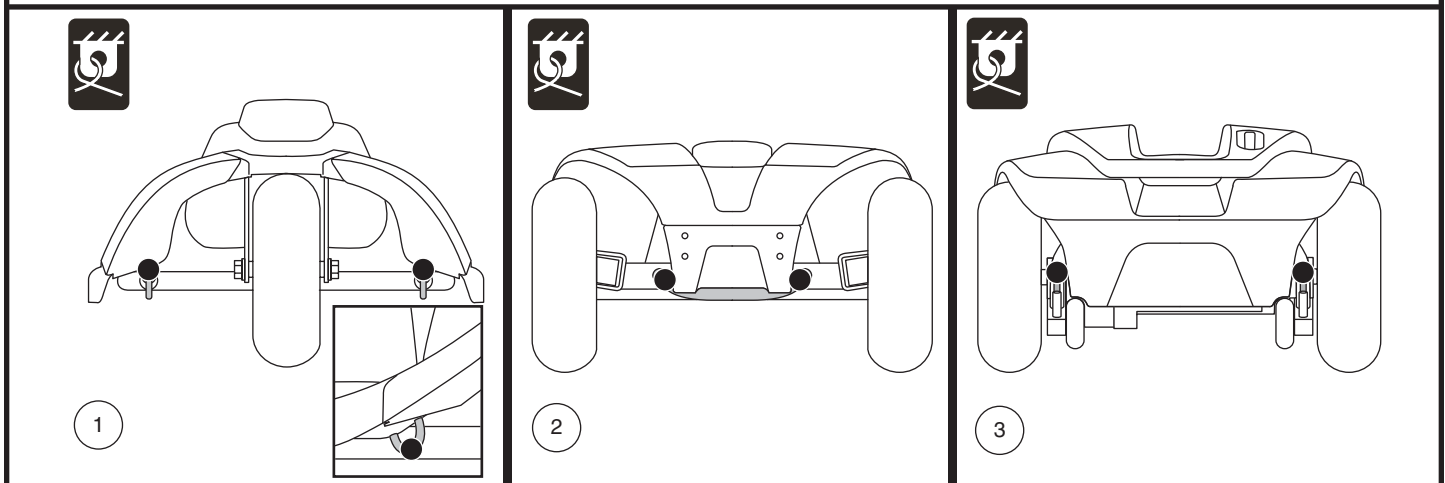

Figure 7. Points d'ancrage (indentifé avec des points noirs)
Le scooter doit toujours être ancrés face à l'avant du véhicule. Fixez les quatre (4) courroies aux points d'ancrage désignés sur le scooter. **Voir la figure 7.** Serrez-bien les courroies pour retirer le jeu excessif. N'attachez jamais le scooter par ses composants réglables ou mobiles tels que les accoudoirs, capots ou roues. Ces articles devraient être enlevés. Positionnez les points d'ancrage arrière des courroies directement derrière le scooter. Les points d'ancrage avant sont disposés plus loin de chaque côté du scooter afin d'augmenter la stabilité latérale.